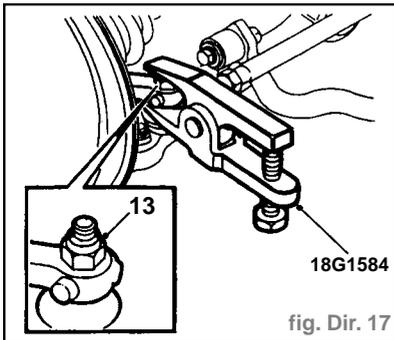

fig. Dir. 17
- Enlever les écrous (13) maintenant les extrémités de barre d'accouplement gauche et droite sur les moyeux avant et arracher les cônes à l'aide de l'outil **18G1584**. Jeter les écrous (Fig. Dir. 17).